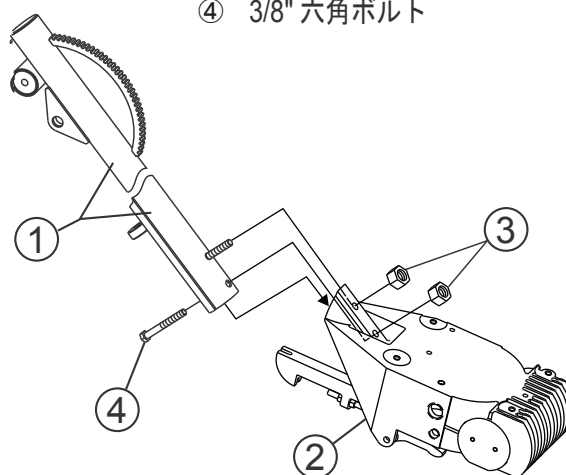

図 7.1.1
ハンドルを本体のギヤケースに図7.1.1の様に取り付けてください。
1. ギヤボックスにハンドルチューブを取付けてください。（図7.1.1）